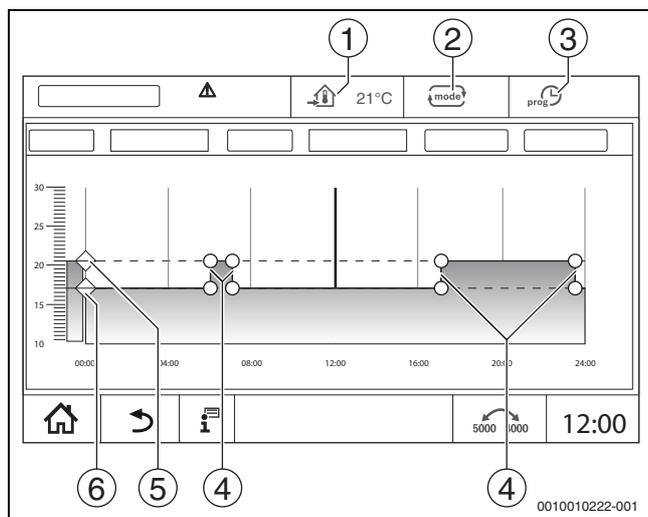

Рис. 21 Изменение "Автоматический пониженный режим" во временной программе
Для режимов работы (→ рис. 21, [2], стр. 19) и расширенных функций надо настроить собственные температуры и критерии переключений. Настройки надо выполнять отдельно для каждого отопительного контура и для каждого режима работы.
**Автоматический пониженный режим** предварительно задается через параметры в сервисных меню. Параметры можно изменить в программе работы по времени (→ рис. 21, [4], [6]).
- ▶ Измените значения температуры смещением точек (→ рис. 21, [5], [6]).